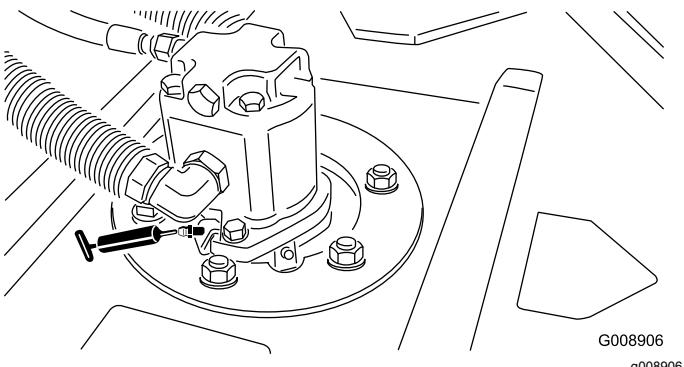

図 68
- カッティングユニットのスピンドルシャフトのベアリングユニット2台に1ヶ所 — 図 68